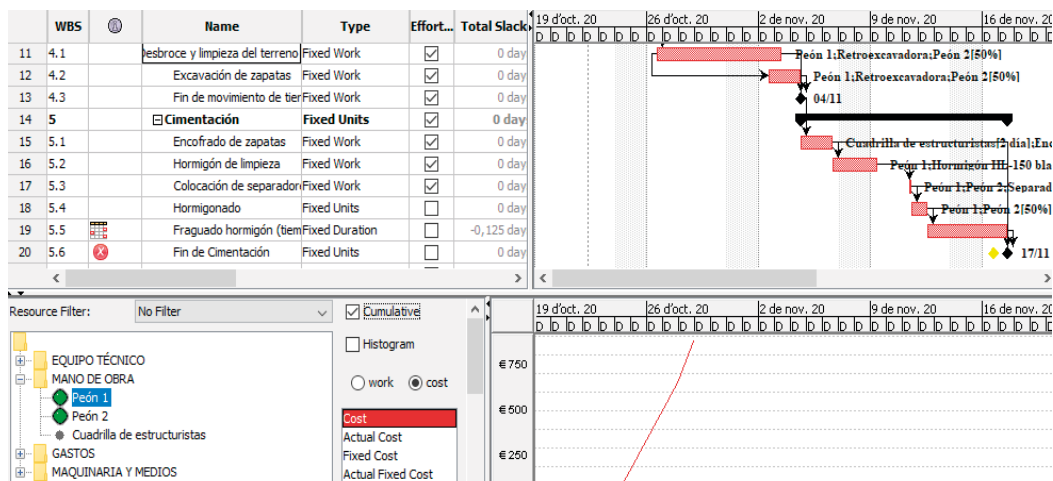

Figura 59.
**Charts:** muestra diversos gráficos para presentar la información del proyecto (*Cost*, *Actual Cost*, *Fixed Cost*, *Remaining Cost*, etc.). Esta información puede mostrarse en formato de línea o de histograma, y acumulada o no. Véase ejemplo en la figura 59.